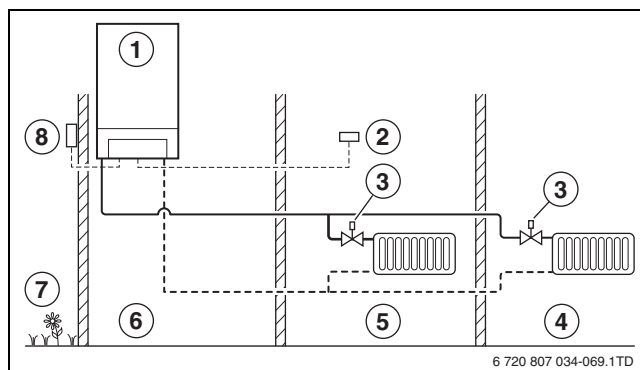

Fig. 24 Principiu de reglare al regulatorului în funcție de temperatura exterioară
- La reglarea în funcție de condițiile atmosferice, este reglată temperatura în toate camerele cu ajutorul ventilelor de radiator termostactice montate pe radiatoare. Puteți alege locul de instalare al regulatorului (→ fig. 24).